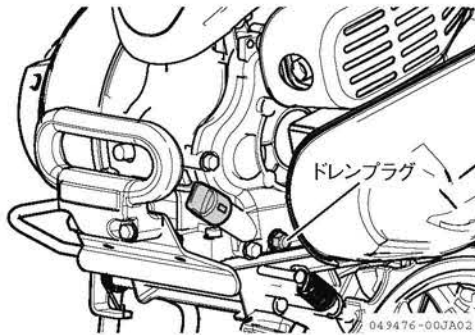

図 4-15 交換のしかた
2. ドレンプラグを工具で外します。古いエンジンオイルが流れ出てきます。(図 4-15)